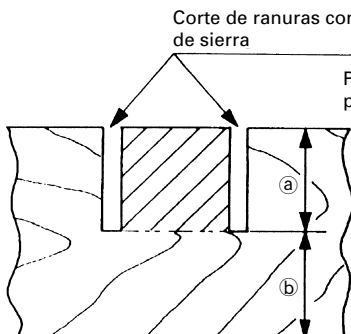

Fig. 48
Las ranuras podrán cortarse en la pieza de trabajo como se indica en la Fig. 48 regulando el perno de ajuste de profundidad de 6 mm.
- (2) Ajuste la profundidad de corte deseada regulando la distancia entre la hoja de sierra y la superficie de la mesa giratoria (consulte ⑥ de la Fig. 48).